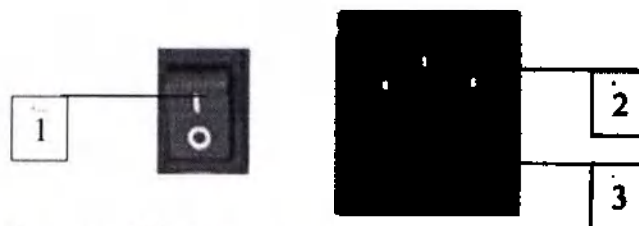

Рисунок 17. Элементы питания (задняя панель)
7. Присоедините сетевой шнур к сетевому гнезду, включите сетевой шнур в розетку и переведите клавишу питания в положение «I».(см рис.17)